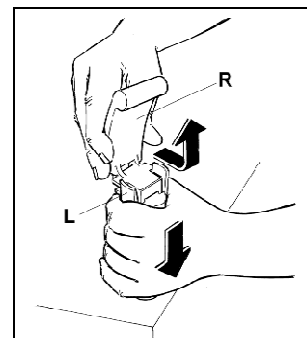

Fig. 17
- Démontez le robinet en maintenant le corps L vers le bas et en retirant le levier R de son emplacement (voir fig.17).